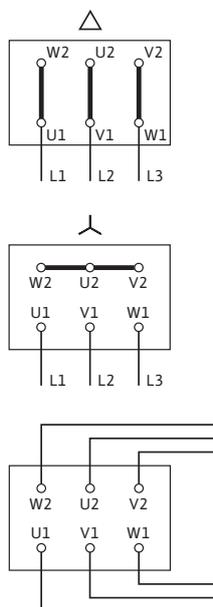

Fig. 17: Netzanschluss
Das Anschlussschema für den Elektroanschluss befindet sich im Klemmenkastendeckel (siehe auch Fig. 17).
- Der Netzanschluss ist abhängig von der Motorleistung  $P_2$ , von der Netzspannung und von der Einschaltart. Die erforderliche Schaltung der Verbindungsbrücken im Klemmenkasten ist folgender Auflistung „Tab. 4: Belegung der Anschlussklemmen“ auf Seite 17 sowie Fig. 17 zu entnehmen.